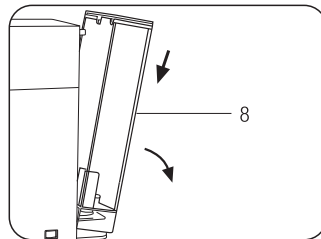

Fig.1
- Per estrarre il serbatoio (8) premerlo verso il basso e contemporaneamente ruotarlo verso l'esterno (**Fig.1**)